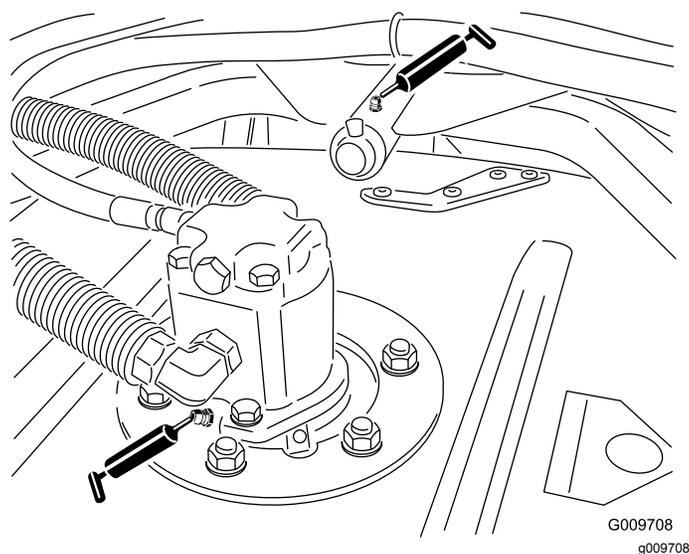

Рисунок 79
- Подшипники шпинделя режущего блока (по 2 шт. на каждый режущий блок), как показано на Рисунок 79.
- Втулки несущего рычага режущего блока (по 1 шт. на каждом режущем блоке), как показано на Рисунок 79.